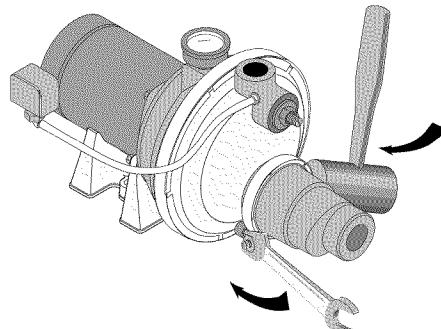

Figure 4 : Montage de l'éjecteur - puits peu profonds
- 3 ° Installer les trouses d'éjecteurs FP4875 et 29650 (les nécessaires sont vendus séparément). Suivre les instructions fournies avec le nécessaire. S'assurer de bien aligner le venturi avec le trou supérieur qui se trouve à l'avant de la pompe (voir la Figure 4).
- 2 ° Installer les trousse d'éjecteur FP4875 et 29650 (les nécessaires sont vendus séparément). Suivre les instructions fournies avec le nécessaire. S'assurer de bien aligner le venturi avec le trou supérieur qui se trouve à l'avant de la pompe (voir la Figure 4).
- 2 ° Installer les trousse d'éjecteurs FP4875 et 29650 (les nécessaires sont vendus séparément). Suivre les instructions fournies avec le nécessaire. S'assurer de bien aligner le venturi avec le trou supérieur qui se trouve à l'avant de la pompe (voir la Figure 4).